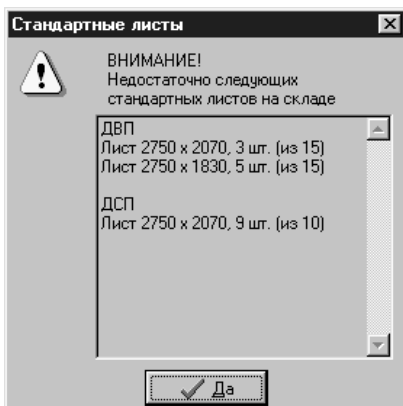

Рис. 7.5. Недостающие на складе листы.
- Кнопка **Проверить**. Проверить количество листов на складе. При этом сравнивается количество стандартных листов каждого материала с минимальным значением, заданным кнопкой “Минимум”. Результаты такого сравнения выводятся в виде, изображенном на рис. 7.5, где указываются листы, которых недостаточно на складе.